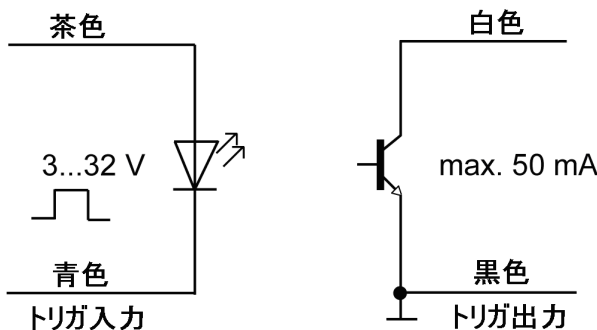

図1 外部信号を入力する場合 図2 外部に信号を出力する場合
- ・ 外部からのパルス信号によりストロボを発光させる場合は、トリガ入力へパルス信号を入力します。(図1)